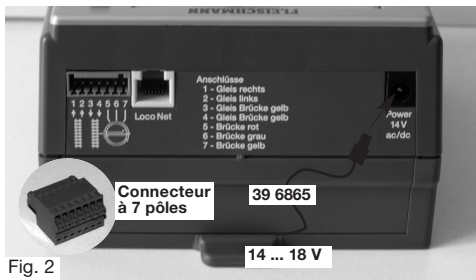

Fig. 2
Toutes les **connexions** du *TURN-CONTROL* se situent à l'arrière de l'appareil (fig. 2).
- L'alimentation électrique doit être assurée via le câble de connexion 39 6865 fourni et les transfos FLEISCHMANN 6706, 6735, 6755 ou 6811 ou avec un transfo délivrant 14-16,5 V (courant continu ou alternatif), voir fig. 2.
- Raccordement au rail et à plaque tournante via le connecteur à 7 pôles, affectation des polarités voir ci-dessus (fig. 2) ou à l'arrière de
Branchez d'abord le connecteur à 7 pôles dans sa prise du *TURN-CONTROL*. Raccordez les câbles de connexion au connecteur à 7 pôles fourni (voir fig. 2).
Raccordez les extrémités libres des fils du câble de connexion 39 6865 fourni a) à la sortie de courant alternatif 14-16,5 V ou b) à la sortie de courant continu 14-16,5 V du transfo. Sur le transfo 6735, il s'agit des bornes rapides noir et blanc d'alimentation en courant alternatif. Branchez le connecteur rond de l'autre extrémité du câble à la prise du *TURN-CONTROL* identifiée par "Power 14 V ac/dc" (fig. 2). Transfos FLEISCHMANN compatibles : 6706, 6710, 6735, 6755, 6811.